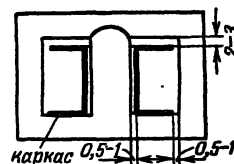

Рис. 20. Определение размеров каркаса для неразъемных пластин.
*Катушки низкочастотных трансформаторов и дросселей* обычно наматываются на прямоугольных каркасах. Внешние размеры каркаса должны быть на 0,5—1 *мм* меньше соответствующих размеров окна в пластинах сердечника. В случае неразъемных пластин осевая длина каркаса должна быть уменьшена на 2—3 *мм* (рис. 20), так как иначе сборка сердечника будет невозможна.